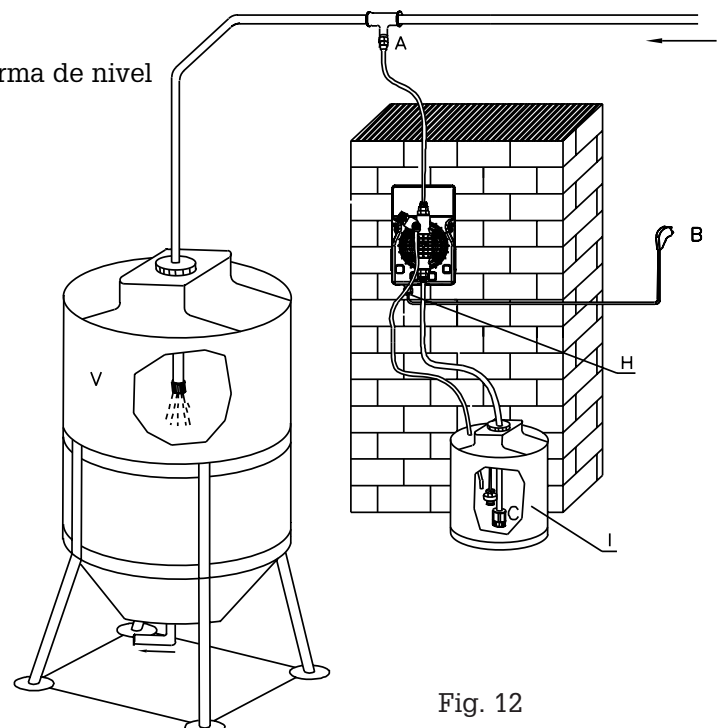

Fig. 12
6.2 - ESQUEMA TIPO DE INSTALACIÓN (Fig. 12)